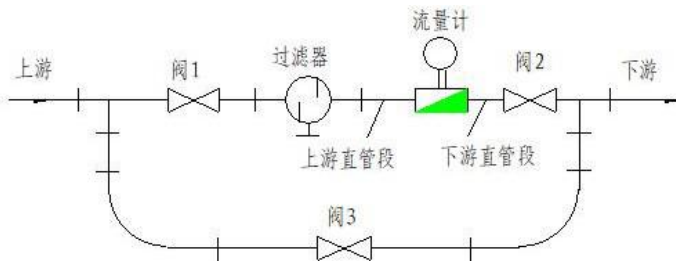

图 11 流量计安装示意图
(1) 流量计可水平、垂直安装，垂直安装时流体方向必须向上。液体应充满管道，不得有气泡。
(2) 安装时，液体流动方向应与流量计外壳上指示流向的箭头方向一致，上游端至少应有 10 倍口径长度的直管段，下游端应不少于 5 倍口径长度的直管段。
(3) 流量计应远离外界电磁场，如不能避免，应采取必要的屏蔽措施。
(4) 为了检修时不致影响液体的正常输送，应在流量计安装处，安装旁通管道（如图 11）。